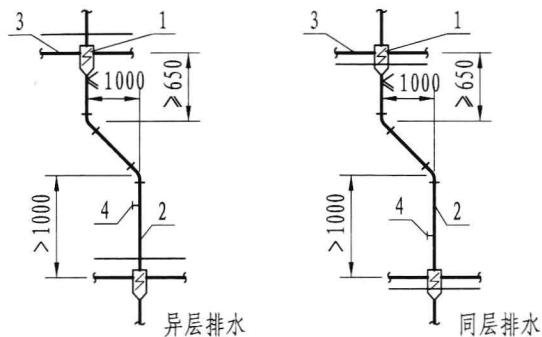

图3 偏置距离 $\leq 1\text{m}$ 时, 45°弯头连接方式
1) 偏置距离小于或等于1m时,如图3所示采用45°弯头连接;